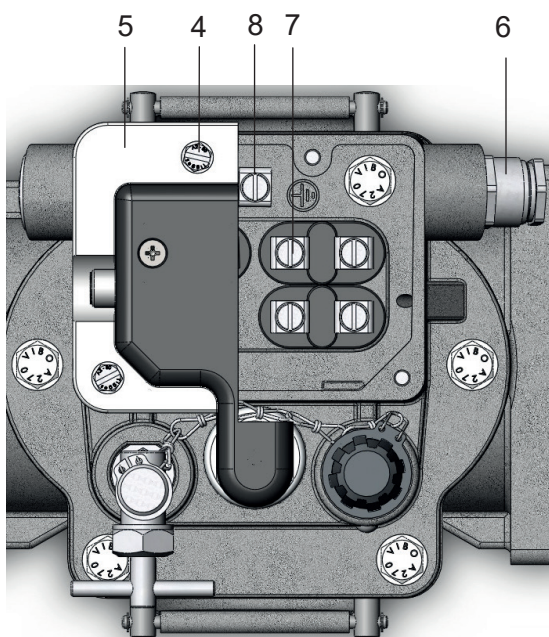

Figura 6 - Conexión eléctrica con 8 boquillas de paso como máximo
- par de apriete máximo 3 Nm para prisionero en caso de hasta 8 boquillas de paso (Figura 6)
Conecte el conductor protector (aislamiento verde-amarillo) al terminal de puesta a tierra (Figura 6 & 7/ No. 8) (par de apriete máximo 3 Nm)